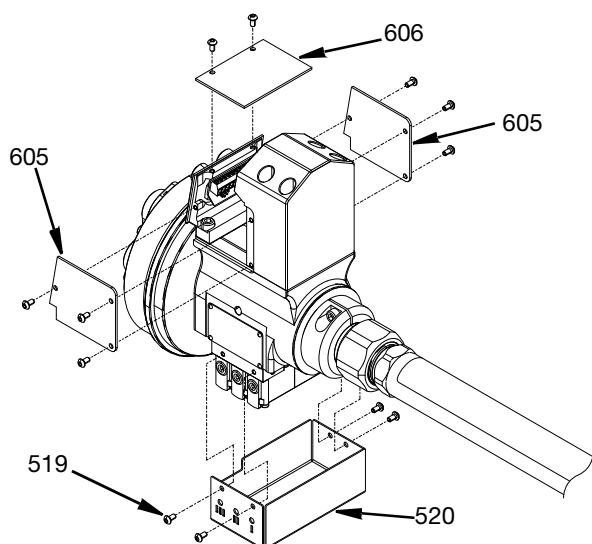

FIG. 12
1. Para acceder a las piezas internas de la pistola 3D Switch SST, retire las cubiertas laterales (605), la cubierta superior (606) y la cubierta exterior (520) quitando los tornillos (519) con una llave hexagonal. Consulte la FIG. 12.